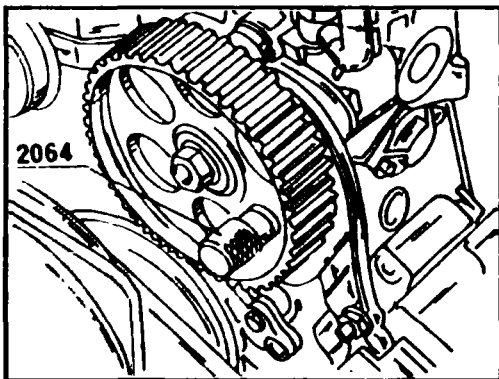

Рис. 3.19 Блокировка зубчатого шкива ТНВД штифтом 2064
- ◆ Для следующей операции необходим установочный штифт 2064 (рис. 3.19). Вставьте его в шкив ТНВД для блокировки.